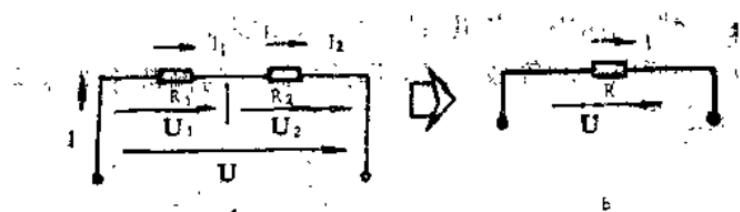

图1—3 两个电阻的串联
(1) 电阻的串联电路 两个或两个以上电阻依次相连,中间无分支的联接方式叫做电阻的串联电路。图1—3a是两个电阻的串联。